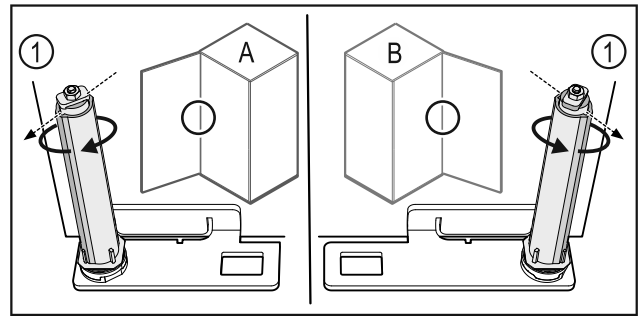

Fig. 60 Ovi avautuu vasemmalle (A) / ovi avautuu oikealle (B)
- Kierrä sulkuyksikköä vastusta vasten niin pitkälle, että sulkujärjestelmän porras Fig. 60 (1) osoittaa ulospäin.